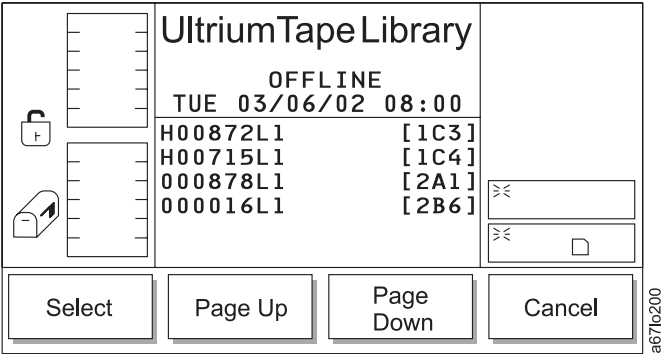

Abbildung 92. Datenträgerdialog
Tabelle 41. Übersetzung von Abb. 92, Datenträgerdialog
- Wird **Cancel** ausgewählt, erscheint der Datenträgerdialog (siehe Abb. 92 auf Seite 114).
Wählen Sie im Datenträgerinformationsdialog **OK** aus. Der Datenträgerdialog erscheint (siehe Abb. 92 auf Seite 114).